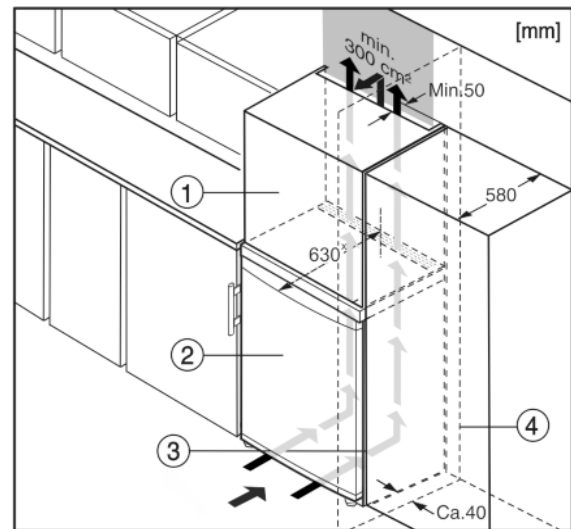

Fig. 6
L'apparecchio può essere incassato in mobili da cucina. Per adattare l'apparecchio Fig. 6 (2) all'altezza della cucina componibile, è possibile applicare sopra l'apparecchio un mobile da appoggio Fig. 6 (1).\*
Si la cocina posee armarios (profundidad máx. 580 mm), el aparato se puede colocar directamente junto al armario de cocina Fig. 6 (3). El aparato sobresale 34 mmx por los lados y 50 mmx en el centro del aparato respecto al frente del armario de cocina.\*
Se l'apparecchio con cerniere viene installato accanto ad una parete Fig. 6 (4), la distanza minima fra l'apparecchio e la parete deve essere almeno di 40 mm, che corrisponde alla sporgenza della maniglia con la porta aperta.